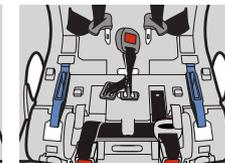

Figure 96
- Faites glisser la sangle d'entrejambe hors de la fente de sangle d'entrejambe, tel qu'illustré dans la **Figure 96**.